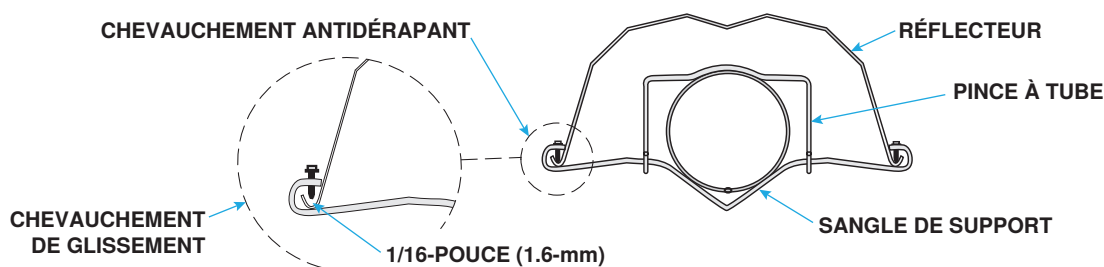

Figure 13. Installation de la sangle de support du réflecteur
- b. Installez l'ensemble de sangle de support du réflecteur (sangle de support, collier de serrage pour tube et vis, voir Figure 13) au milieu du réflecteur pour fixer le réflecteur au tube. Serrez les vis.
- c. Faites glisser le deuxième réflecteur à travers les supports de suspension et faites chevaucher le premier réflecteur d'au moins 6 pouces (16 cm). Installez l'ensemble de sangle de support de réflecteur dans le chevauchement et fixez la sangle de support à l'aide d'un chevauchement antidérapant (voir Figure 13).
- d. Installez les réflecteurs restants et les sangles de support à l'aide de chevauchements antidérapants (vis serrées) tous les deux chevauchements sur trois et de chevauchements coulissants (vis desserrées, voir Figure 13) tous les trois chevauchements. Fixez les réflecteurs ensemble à l'aide de clips en U, là où le support de suspension se trouve à l'intérieur d'un chevauchement antidérapant.